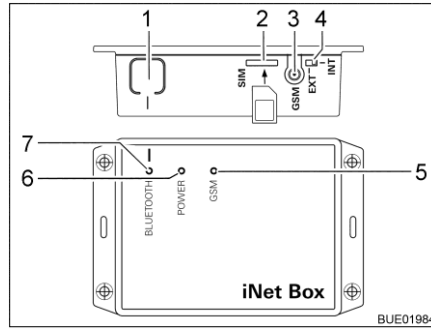

Fig. 59 Truma iNet-Box
- Pulsar la tecla BLUETOOTH (Fig. 59,1) en la iNet-Box por 1 segundo. La Truma iNet-Box estará visible por aprox. 2 minutos en el terminal móvil (nombre: "Truma iNet-Box"). Durante este intervalo, el LED BLUETOOTH azul (Fig. 59,7) estará parpadeando.
- Insertar la tarjeta mini SIM con número de teléfono propio y suficiente crédito cuidadosamente en la ranura (Fig. 59,2) de la Truma iNet-Box del modo mostrado hasta que engatille. El LED GSM rojo (Fig. 59,5) deberá parpadear de manera permanente. Si el LED rojo se apaga después de 20 segundos: Controlar la tarjeta mini SIM.